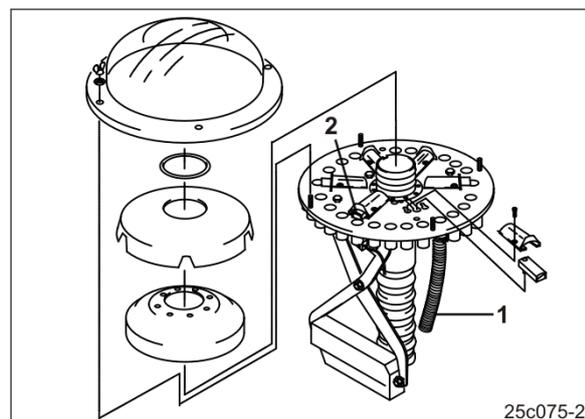

Fig. 131
- Die Saatleitungsrohre (Fig. 131/1) der Fahrgassenschare müssen an den Verteilerkopfoffnungen befestigt sein, die von den Schiebern (Fig. 131/2) geschlossen werden können.
Zum Anlegen von zwei Spuren können pro Spur im Verteilerkopf von den Schiebern (Fig. 131/2) geschlossen werden.
- Nicht benötigte Schieber (Fig. 131/2) deaktivieren.